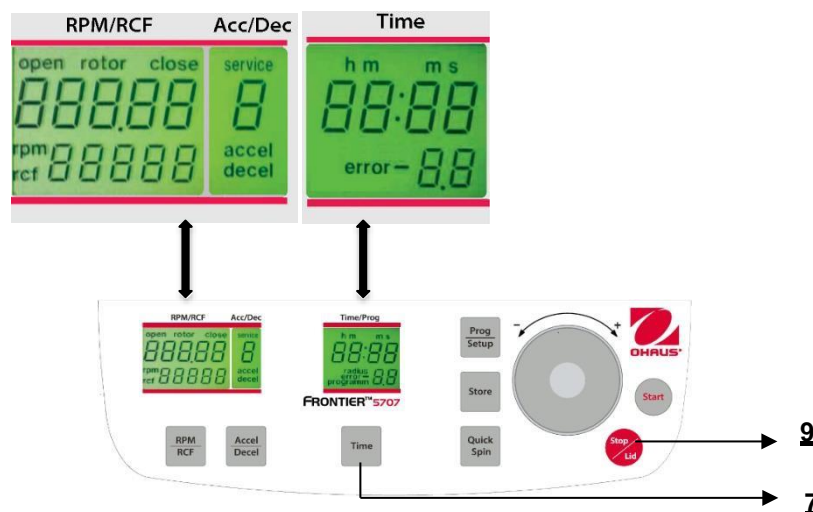

Figura. 27
**Mentre la centrifuga è disconnessa, premere simultaneamente i tasti "Time"(7) e "Stop/Lid" (9) e connettere l'interruttore principale della centrifuga. Adesso, rilasciare entrambi i tasti e - per effetto di ciò - è eseguita una prova del display per circa 5 secondi. Tutti gli indicatori appariranno allo stesso tempo (Vedere figura 27).**